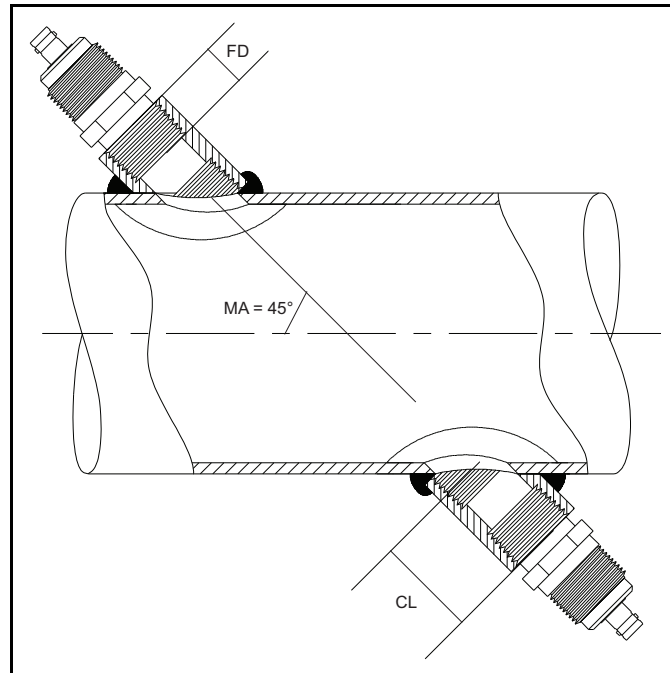

Abbildung 23: Bestimmung der Länge des Kupplungsrohrs
- Innendurchmesser des Rohrs (ID)
- Wandstärke (WT)
- Länge der installierten Rohrkupplung (CL)
- Tiefe der Messwandlerfläche (FD)
- Einbauwinkel (MA)
Beachten Sie *Abbildung 23* zur korrekten Messung der Kupplungslänge. Die Messwandlerfläche befindet sich normalerweise gerade außerhalb des Rohrinneidurchmessers (ID) oder ist geringfügig in der Kupplung versenkt.